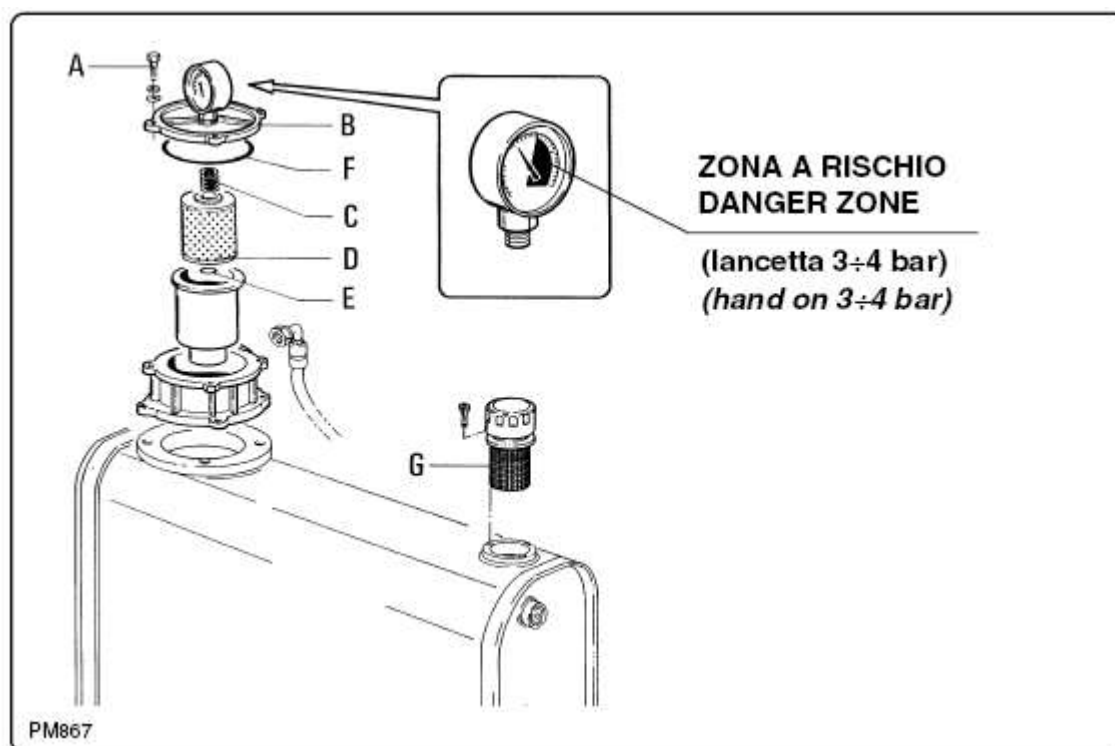

Рис. 8.4.1
8.4 - Замена фильтров гидросистемы (рис. 8.4.1)
Замена фильтра в баке (рис. 8.4.1)
Замена фильтра выпускной пробки бака (рис. 8.4.1)